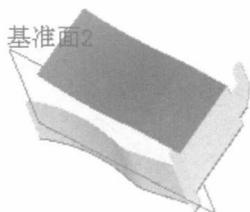
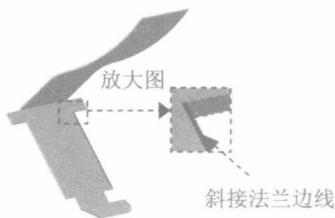
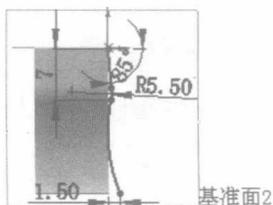

图 1.13 斜接法兰 2
图 1.14 斜接法兰边线
图 1.15 横断面草图 4
Step5. 创建图 1.13 所示的钣金特征——斜接法兰 2。选择下拉菜单 **插入(I)** **钣金(B)** **斜接法兰(M)...** 命令(或单击“钣金”工具栏上的“斜接法兰”按钮 ); 选取图 1.14 所示的边线为斜接法兰边线; 在草绘环境中绘制图 1.15 所示的横断面草图, 选择下拉菜单 **插入(I)** **退出草图** 命令, 退出草绘环境, 此时系统弹出“斜接法兰”对话框; 在 **法兰位置(L):** 区域中, 单击“折弯在外”按钮 , 定义法兰位置; 其他采用默认设置值; 单击  按钮, 完成斜接法兰 2 的创建。